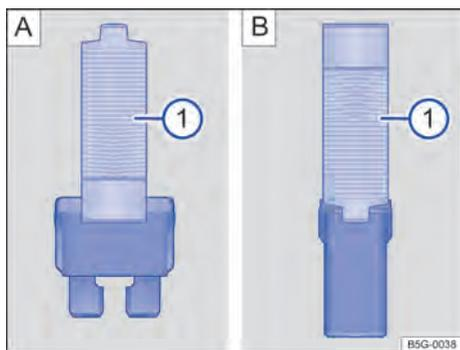

Fig. 175 Retirar ou colocar o fusível com uma pinça de plástico: **A**: fusível plano, **B**: fusível de bloqueio.
- Se necessário, retirar a pinça de plástico → Fig. 175 **A** **1** da cobertura da caixa de fusíveis.
- De acordo com a versão do fusível, colocar as garras adequadas do alicate plástico → Fig. 175 **A** **1** ou → Fig. 175 **B** **1** lateralmente no fusível.